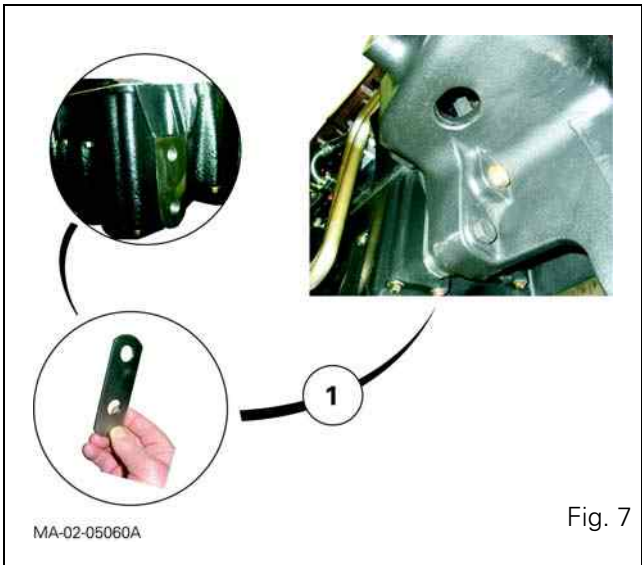

Fig. 7
Marcar la posición y la ubicación de las cuñas (1) insertadas entre la carcasa inferior del motor y el bastidor delantero (motor CAT105 CV, Fig. 7).